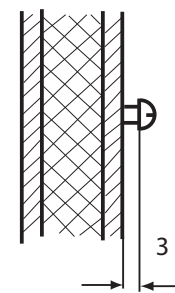

Рис. 3.2
2. В верхнее центральное отверстие сверните один из шурупов. За этот шуруп навешивается блок управления. Для этого оставьте выступ шурупа прибл. на 3 мм (рис. 3.2).